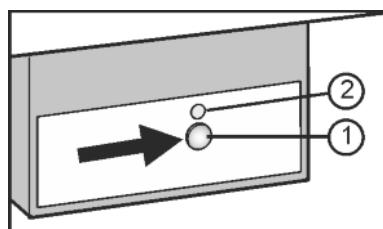

Fig. 9
- Nospiediet pogu On/Off Fig. 9 (1), lai iedegas poga ar LED indikatoru Fig. 9 (2).